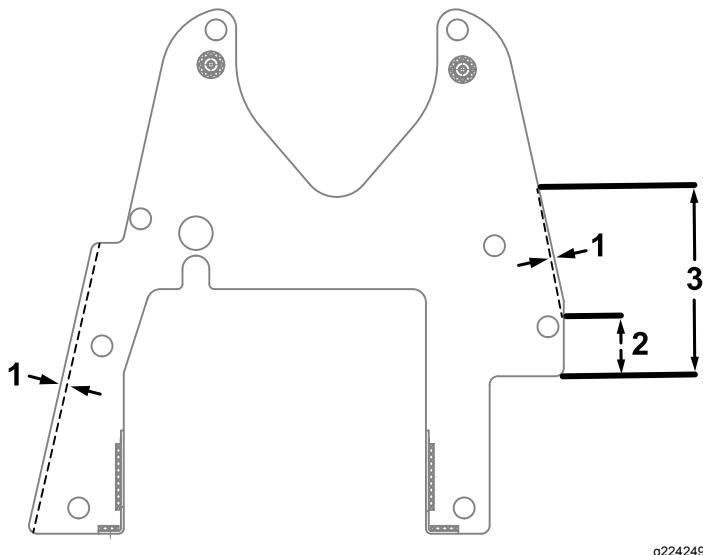

Figura 7
- Para máquinas Greensmaster 3400 o 3420: consulte la Figura 7.